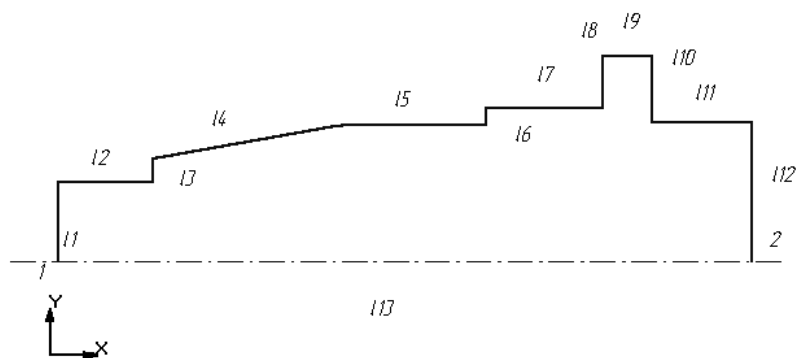

Рис. 3
и примените ее к любым точкам отрезков *15* и *111*. Результат наложения перечисленных отношений и связей приведен на рис. 3.
5. Вызовите команду **Зафиксировать точку**  и зафиксируйте точку **2** (см. рис. 3).